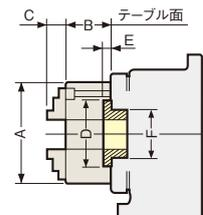

Fig.1
- *のチャックは、日研製スクロールチャック(前面取付型)をテーブル面に直に取付けるものです。(Fig.1)